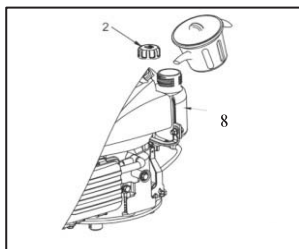

Fig. 5
1. Verwijder de dop van de brandstoftank (2).
2. Voeg brandstof toe tot beneden de onderste peilstreep in de nek van de brandstoftank (8). (Zie Fig. 5)